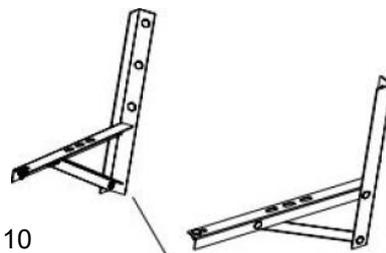

Рис. 10
- Если для установки наружного блока необходимы монтажные кронштейны, можно приобрести их у нашей компании или агента (Рис. 10).